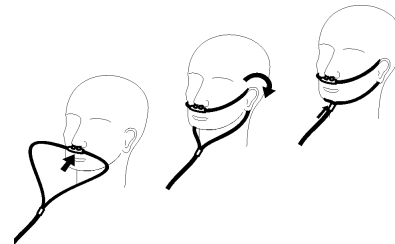

Figure 7
- Installez la canule nasale sur le patient comme indiqué à la Figure 7.